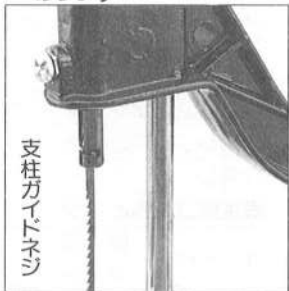
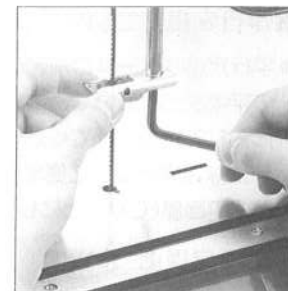

図4
図5
- ブレードの上部支柱が回らないように支柱ガイドネジがついています。(図4参照)
- ⑥出荷時に調整してありますのでそのままご使用ください。万一ゆるんだときのみ締めてください。
- ⑦ブレード上部支柱を押しても動かないときは締めすぎです。
- 材料押えの中間についているブレード支えのローラーが、ブレードに接するように材料押えの裏についているイモネジを六角レンチ(4mm)で回して調整してください。(図5参照)